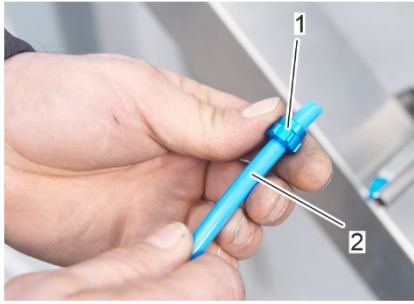

Figura 67: Introducir la tuerca de unión en la manguera de aire comprimido
12. Introduzca la tuerca de unión (Figura 67/1) en la manguera de suministro del aire comprimido (Figura 67/2).